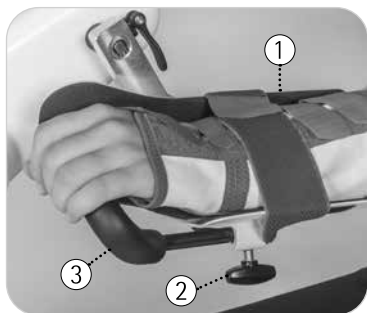

Fig. 6.13
vedere Fig. 6.13 Aprire la vite ad alette ② sul lato inferiore del supporto per avambraccio ① e regolare l'impugnatura trasversale ③ nella direzione desiderata. Serrare la vite ad alette ② nella posizione desiderata.